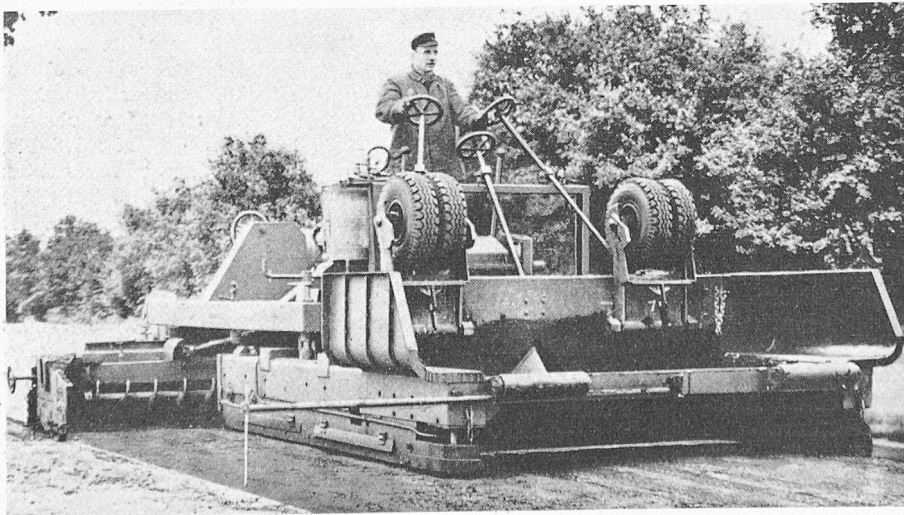

Bild 23. Linnhof-Grossfertiger
**Linnhof:** Grossfertiger (Ed. Linnhof, Maschinenfabrik, Berlin-Tempelhof, DBR) für 1,0÷4,5 m Verlegebreite, arbeitet auf Raupen, fährt für die Dislokation als Anhänger auf Pneurädern, verarbeitet Schotter und Asphalt (Bild 23).